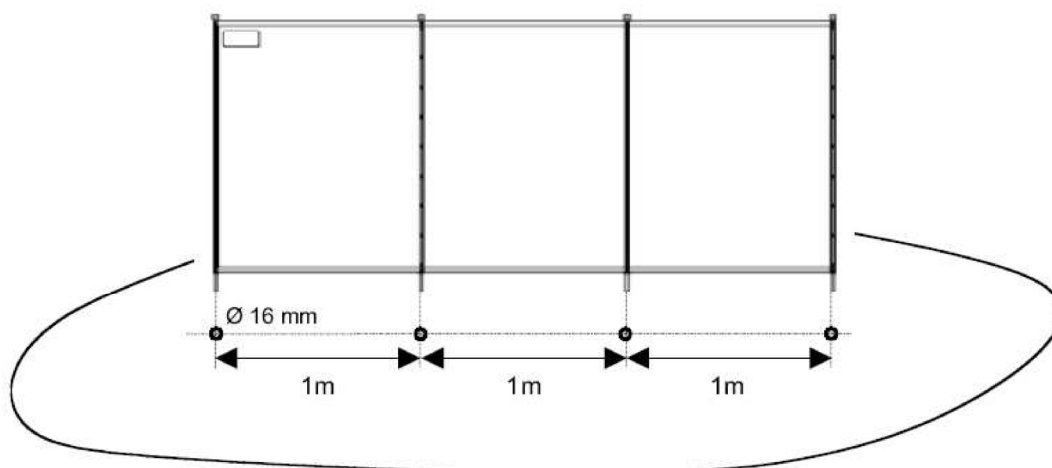

Bild 4. Fyra golvhål Ø16 mm och 100 mm djupa
2. Markera på golvet stolparnas placering. Hålen ska ha minst 1 meters avstånd mellan varandra för att garantera optimal spänning mellan stolparna och därmed optimal säkerhet (bild 4). Om man inte kan hålla avståndet mellan stolparna (även med bara några få centimeter), passar inte nätet in se avsnitt 3.2.3 – Anpassning av moduler).